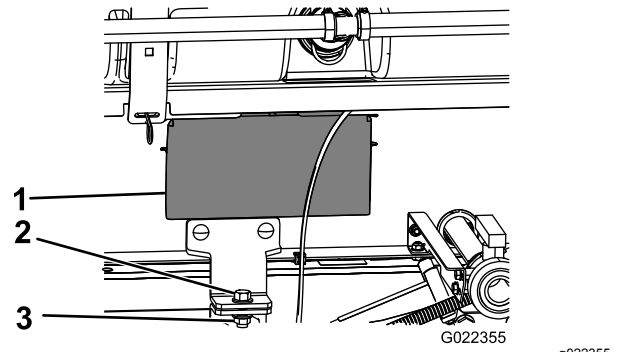

Figura 36
5. Rimuovete i pannelli di accesso su entrambi i lati del telaio del supporto (Figura 36).